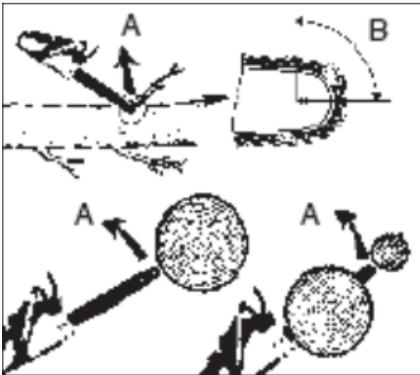

Abb. 2
### Montage von Sägeblatt und Sägekette (Abb. 2 - 6)
- (Abb. 2) Den Knopf der Kettenabdeckung gegen den Uhrzeigersinn drehen. Den Knopf und die Manschette entfernen.
Dreh-Rückschlag (Abb. 2)